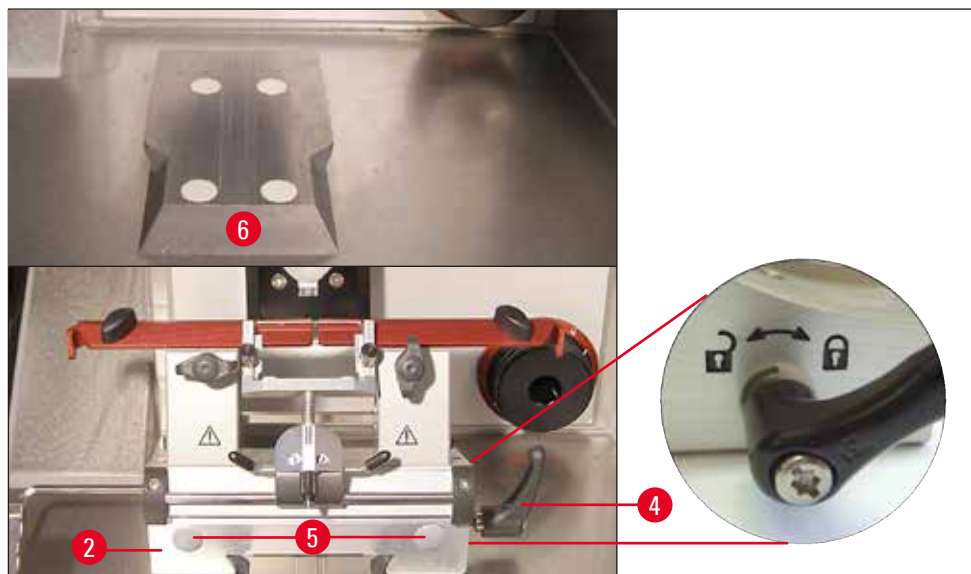

Bild. 25
- Tryck framifrån på kniv-/bladhållarfästet (→ Bild. 25-2) på sinkstyrningen (→ Bild. 25-6) och dra åt det med hjälp av spännspaken (→ Bild. 25-4). Flytta spännspaken medurs (till symbolen med det stängda låset) på blad/knivhållarfästets högra sida (se detalj på (→ Bild. 25)). För att flytta fästet, öppna spännspaken försiktigt så att inte fästet glider mot preparathuvudet av misstag. Flytta spännspaken moturs (till symbolen med det öppna låset) på blad/knivhållarfästets högra sida (se detalj på (→ Bild. 25)).